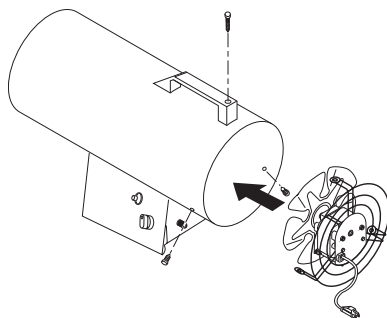

Figure 13 - Installation du moteur et de la grille de protection du ventilateur dans l'appareil de chauffage
11. Installez le moteur et la grille de protection du ventilateur à l'arrière de l'habillage de l'appareil de chauffage. Vérifiez que le cordon électrique est bien positionné (voir figure 13).
8. Installez le moteur et la grille de protection du ventilateur à l'arrière de l'habillage de l'appareil de chauffage. Vérifiez que le cordon électrique est bien positionné (voir figure 13, page 8).